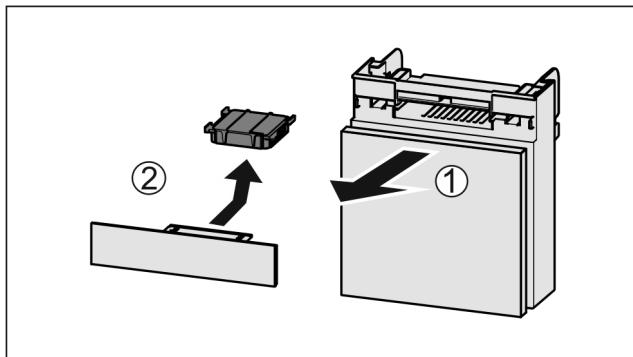

Fig. 115
- ▶ 向前拉出 Fig. 115 (1) 抽屉。
- ▶ 取出 Fig. 115 (2) 活性炭过滤器。